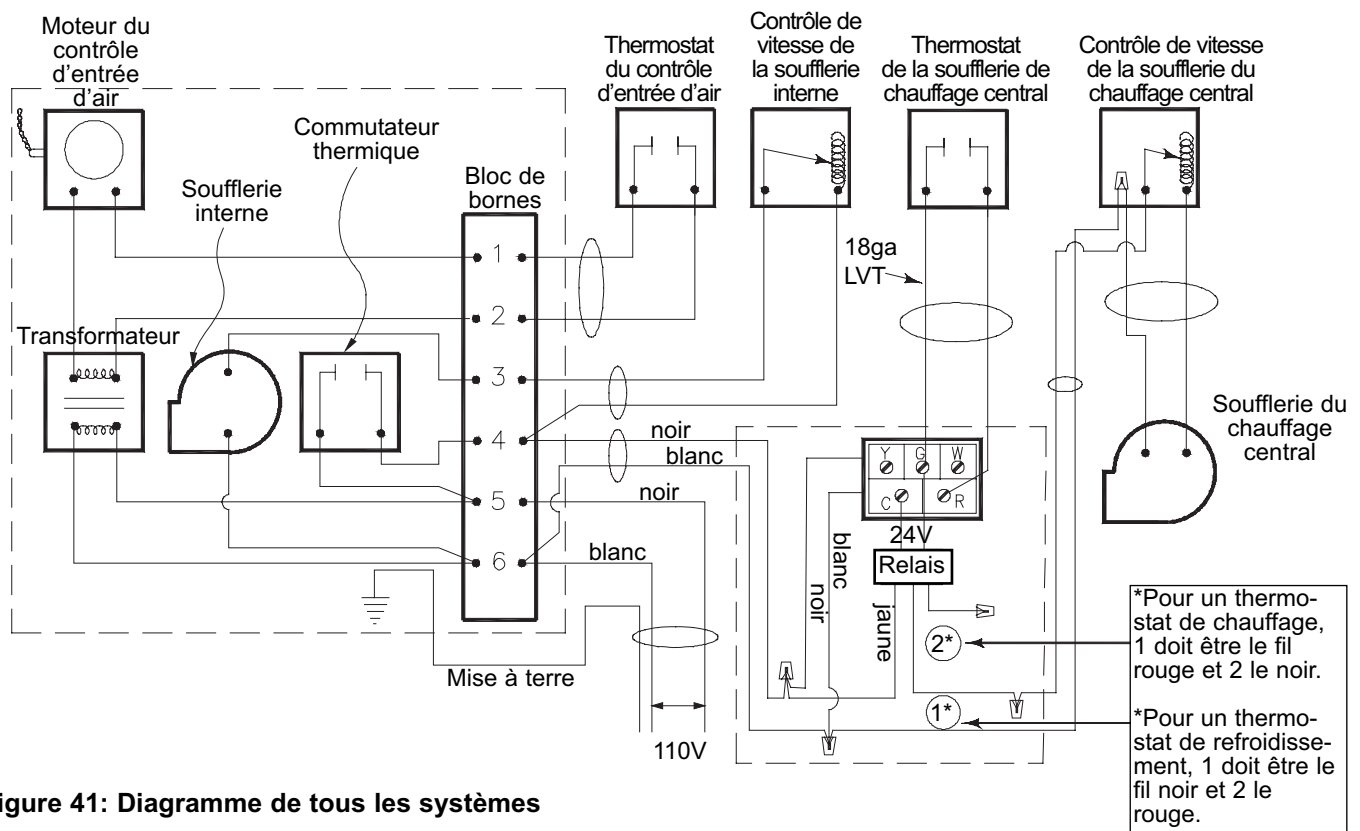

Figure 41: Diagramme de tous les systèmes
b) Si le foyer se trouve dans une petite pièce et que vous voulez en retirer l'air lorsque la température de celle-ci devient trop chaude, positionnez le thermostat dans la pièce où se trouve le foyer. Raccordez le fil #4 provenant du bloc terminal au fil rouge et placez une marquette protectrice sur le fil noir. Voir les diagrammes de raccordement au (Figures 41 et 42).
Le câblage du système est semblable à celui du chauffage central (Figures 41 et 42) avec l'ajout d'une commande de soufflerie et de registre (Figure 43). Le système entier s'alimente sur 24 V CA. Assurez-vous que les thermostats sont reliés au registre de zone appropriée.